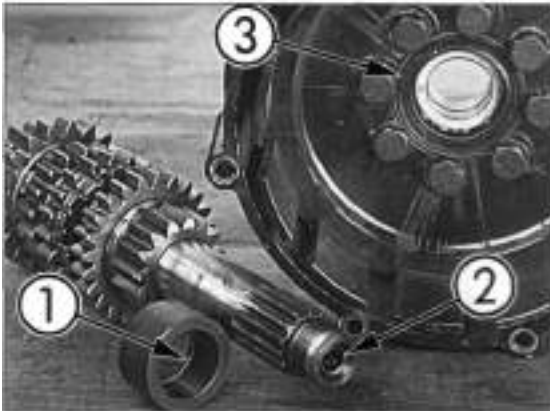

Bild 114
- Distanzstück (Bild 120) und Antriebsrad (Bild 121) samt Lagern und Wellendichtring auf Hauptwelle aufsetzen. Es folgt Distanzstück mit neuem Dichtring (Bild 114).